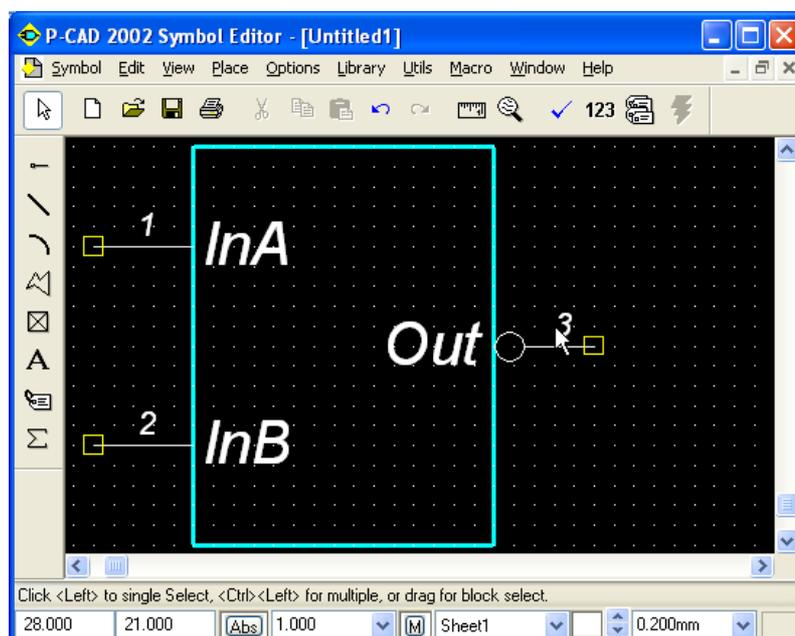

Рис. 4.18 - Расположение выводов у элемента «2И-НЕ»
- Полученный результат представлен на *рис. 4.18*.